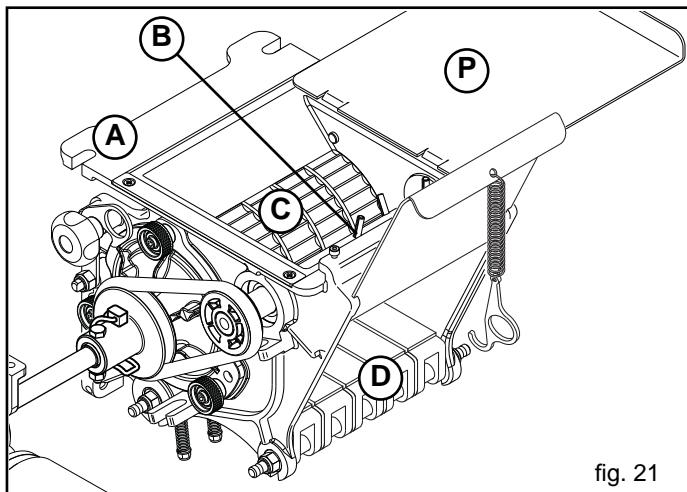

fig. 21
Il dosatore (Fig. 21), organo principale per il funzionamento dell'attrezzatura, è posizionato sotto la tramoggia della semente.
- Tramoggia con prodotto:** utilizzare la paratia mobile (P, Fig. 21) per escludere l'alimentazione dalla tramoggia al dosatore. Successivamente svuotare la camera di dosaggio.
IMPORTANTE: prima di iniziare le operazioni di semina, aprire la paratia (P, Fig. 21) per alimentare il dosatore.